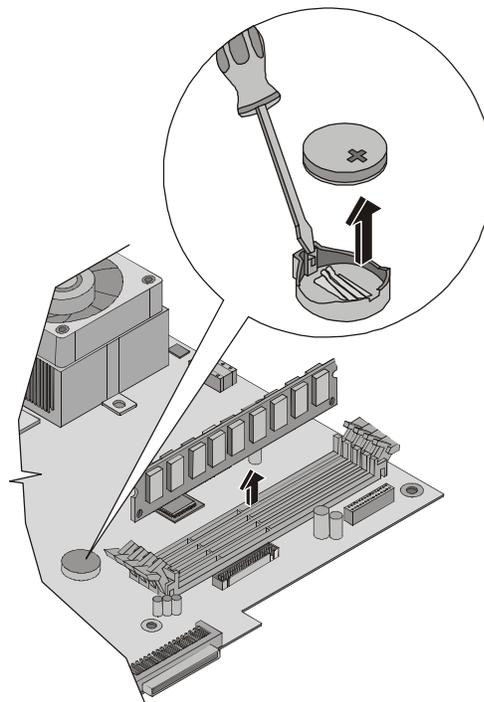

Figure 7-3. Remplacement de la batterie
5. Retirez la batterie existante. Voir Figure 7-3.